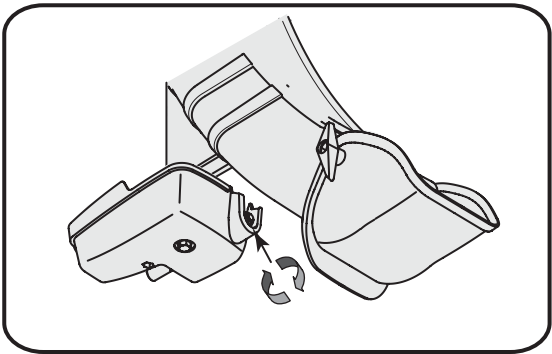

Figure 5-3
- Tout en empêchant la manivelle de commande de la goulotte de tourner, serrez l'écrou sur la boîte de vitesses de la goulotte. Voir la Figure 5-3.